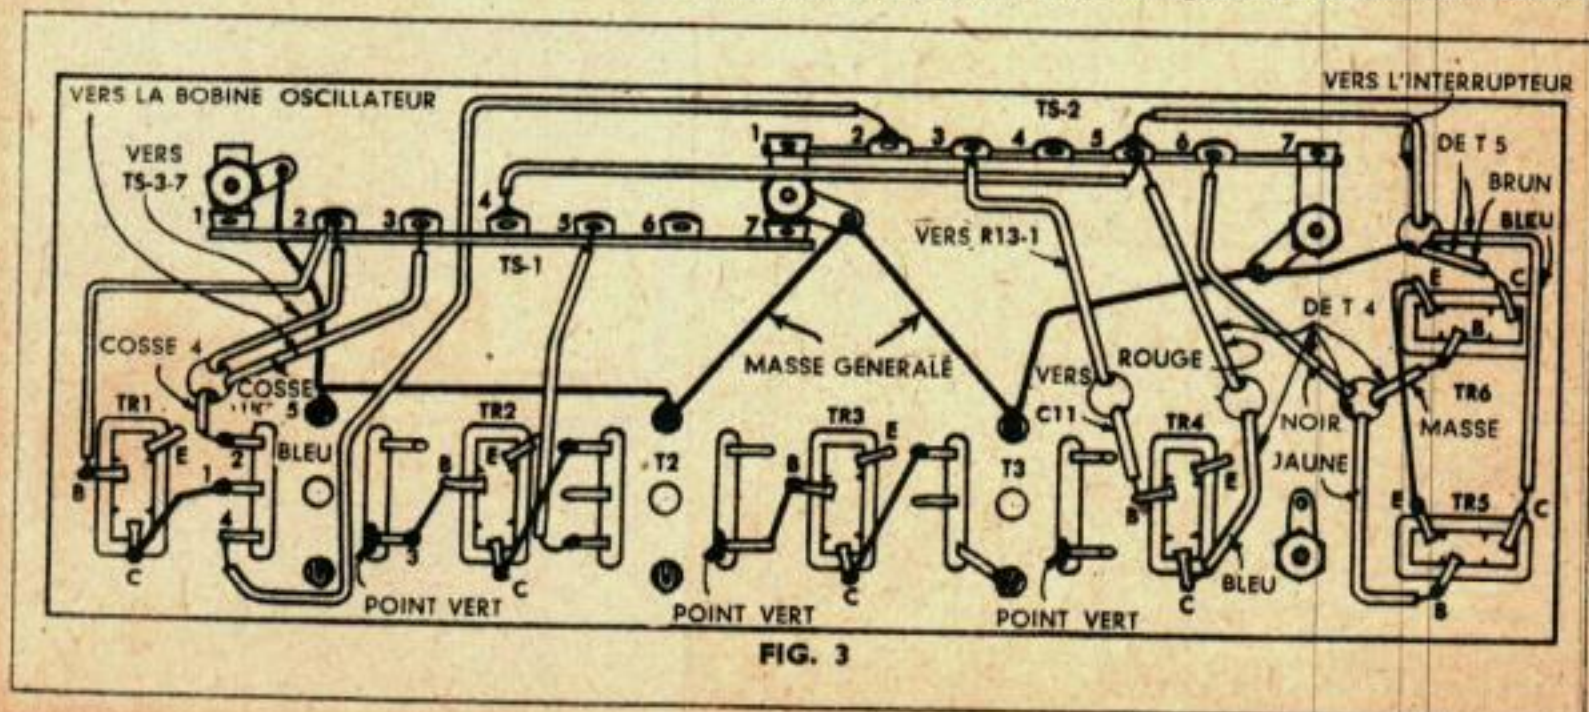

FIG. 3
3. Monter le bouton de commande de volume et les transformateurs à moyenne fréquence. Les positions correctes de montage des transformateurs sont indiquées par les points verts dans la vue du dessous du châssis de la figure 3. Quoique d'apparence identique, T3 est différent au point de vue électrique de T1 et T2. Voir la liste des pièces détachées pour identification. Pour maintenir les transformateurs en place, courber leurs cosses de fixation sous le châssis.
3^e degré. Câblage initial : Commencer le câblage par la masse générale qu'on représente sur la figure 3 par un trait épais continu. C'est du fil nu n° 22 qu'on doit maintenir rapproché du châssis. Tous les autres fils de la figure 3 doivent être aussi courts et directs que possible. Ne souder que les connexions marquées par un point noir. Sur les autres connexions viendront s'ajouter des pièces détachées supplémentaires, comme on le voit sur le schéma de câblage.